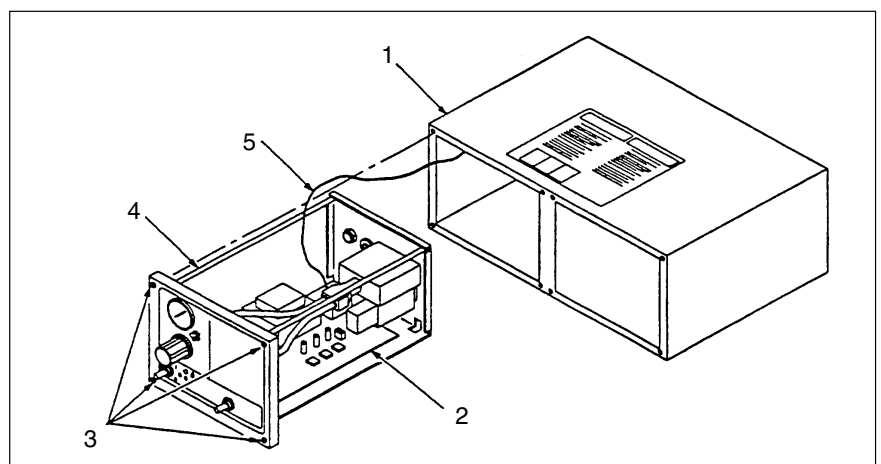

Fig. 6-1 Extraction du module de commande du boîtier
2. Cf. fig. 6-1. Retirer les quatre vis de fixation (3) de l'unité de commande (4) dans le boîtier (1).